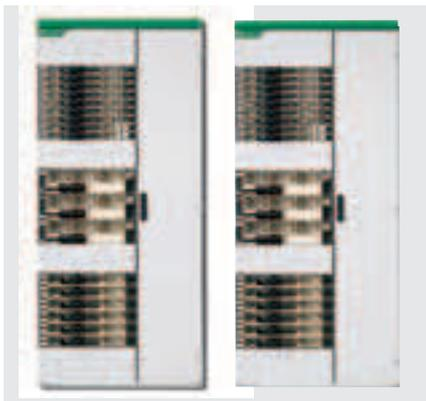

Bild 3: Beispiel für eine typische Energieverteilungsanlage in Feldbauweise
- Energieverteilungsanlagen (**Bild 3**) oder